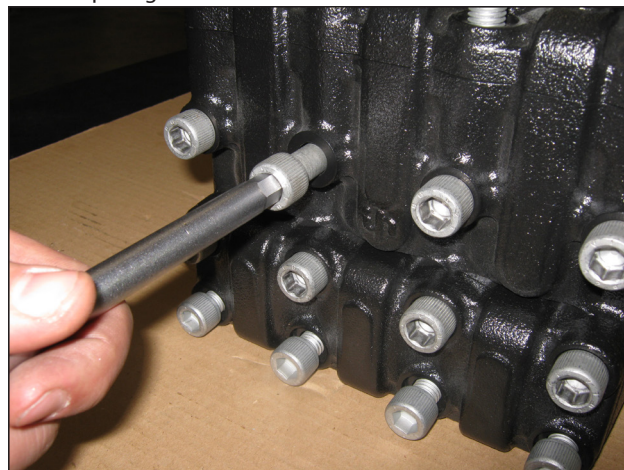

Fig. 42
- A) Dévisser les vis de fixation de la culasse M12x190 comme indiqué Fig. 42.